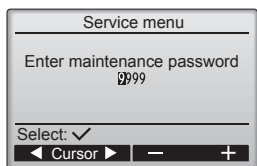

Fig. 7-2
- Selezionando il Menu di Servizio, viene visualizzata una finestra che invita a digitare la password. (Fig. 7-2)